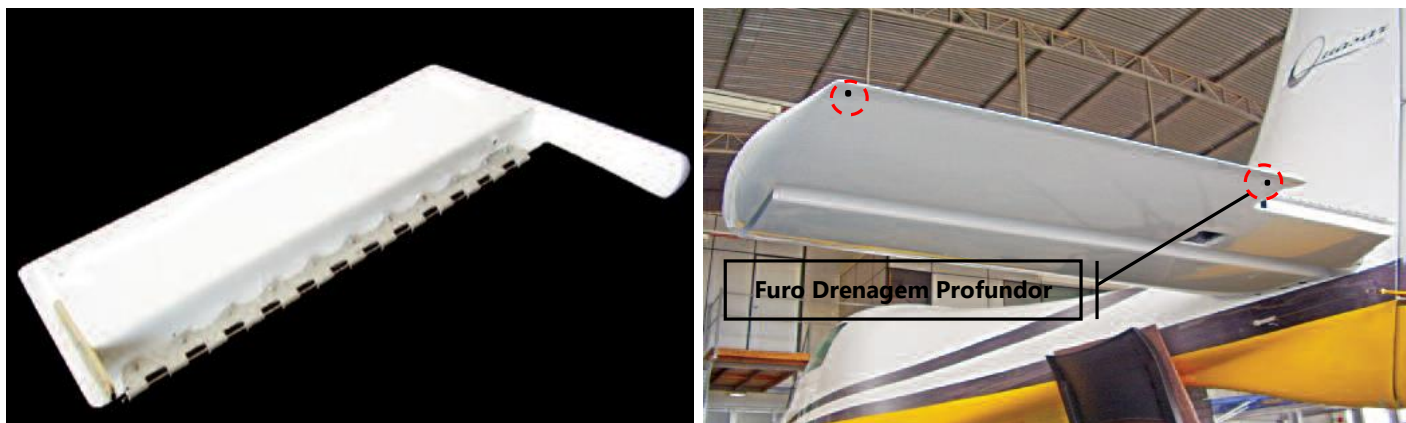
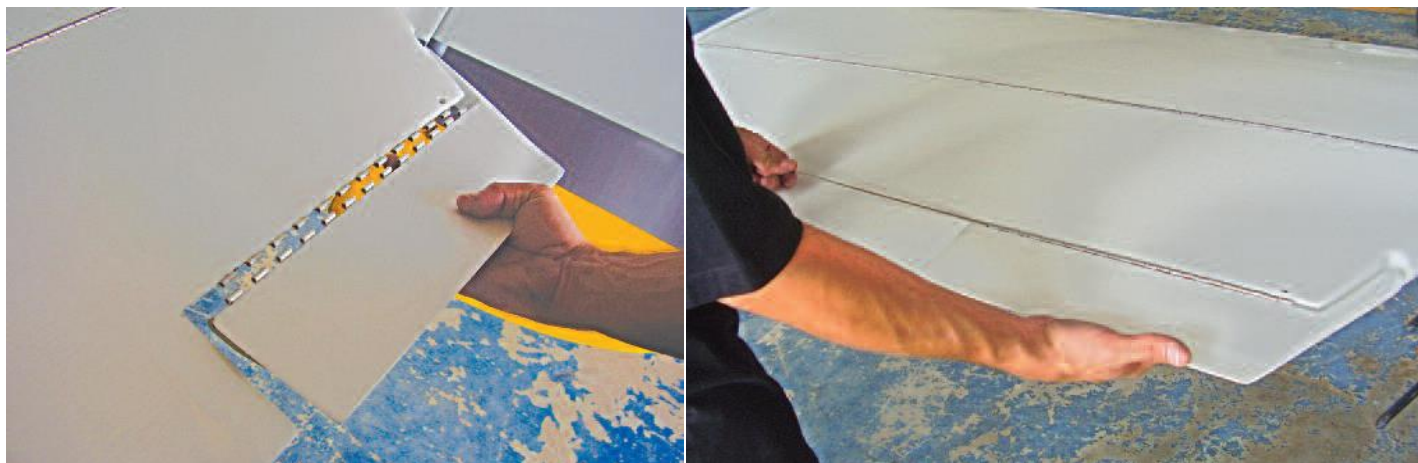
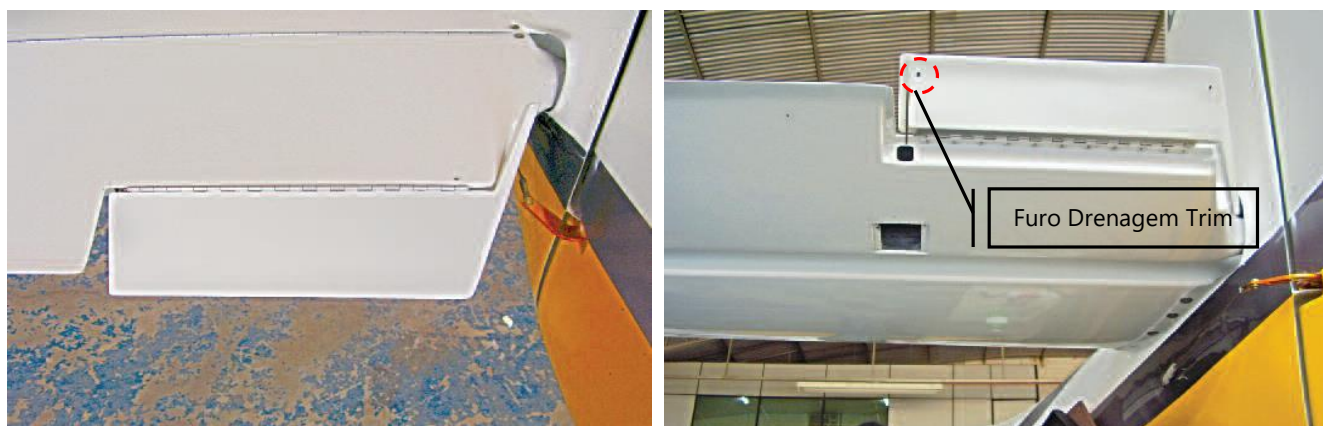

Figura 55.20.28 – Tab e profundor esquerdo.
Figura 55.20.29 – Instalação da dobradiça do tab.
Figura 55.20.31 – Tab instalado no profundor
1. Posicionar o tab no bordo de fuga do profundor esquerdo, conforme mostra a figura 55.20.28 e a figura 55.20.29
2. Inserir a haste da dobradiça conforme mostra a figura 55.20.29. Utilizar um alicate de bico para auxiliar na sua inserção
5. Verificar se os orifícios de dreno do Tab estão isentos de restrições. Estes orifícios localizam-se no intradorso do Tab, ver figura 55.20.28 e figura 55.20.31.